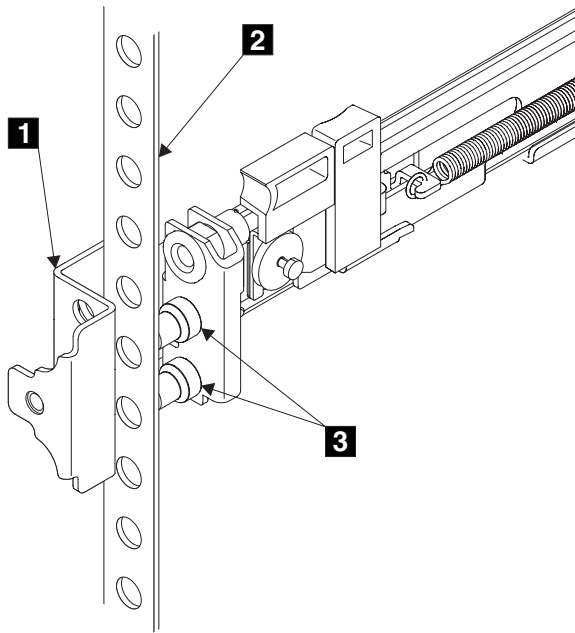

图 128. 安装导轨前端
11. 将左导轨的前端放在机架柜中。将前支架 **1** (图 128) 的顶部与机架上必需的 EIA 标记对齐。